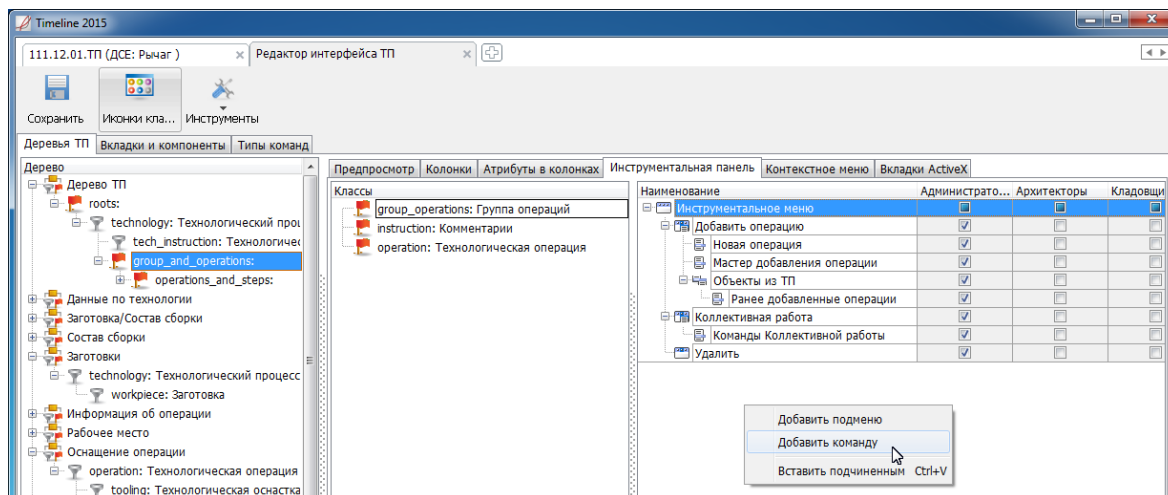

Рис. 10.32. Инструментальная панель для настройки команд класса
Настройки инструментальной панели для выбранного класса размещены на вкладке **Инструментальная панель** (Рис. 10.32). Управление составом инструментальной панели осуществляется с помощью контекстного меню.
- ✎ открыть контекстное меню вкладки и вызвать команду **Добавить подменю** (см. Рис. 10.32);
- ✎ на панели с инструментальным меню установить курсор на существующем или ранее созданном разделе, вызвать контекстное меню и выбрать пункт **Добавить команду** (см. Рис. 10.32).